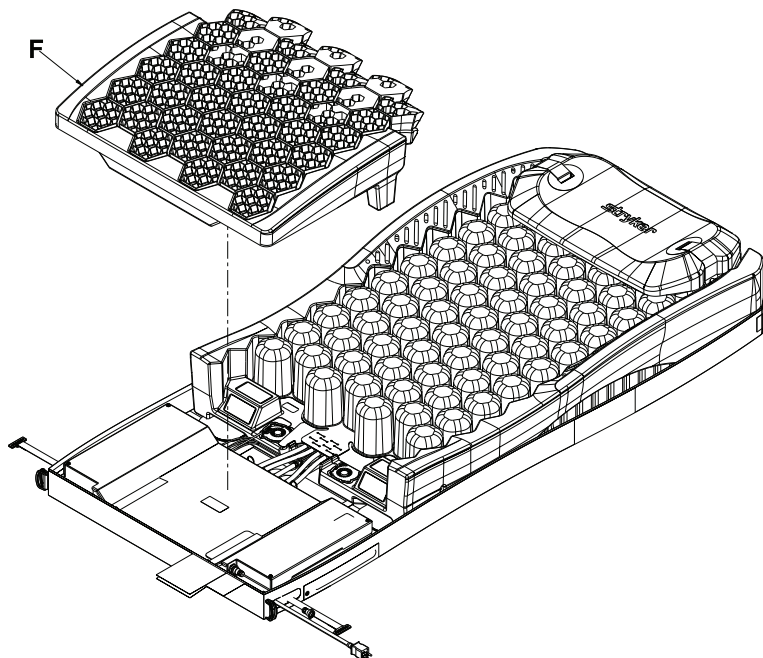

Figure 2-26 : Matelas en gel
11. Soulever le matelas en gel côté pieds (F) pour le retirer (Figure 2-26 à la page 2-51). Conserver le matelas en gel.